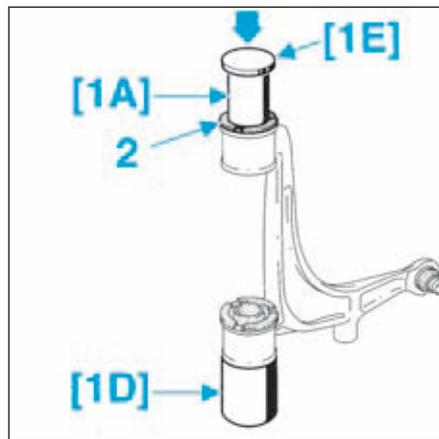

FIG.16
- Prendre appui sur l'outil [1D], puis à l'aide des outils [1A] et [1E], reposer le palier supérieur (Fig.16).